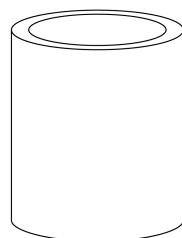

Abbildung 4: Qualcrimp Crimp-Zubehör
- **Qualcrimp Crimp-Zubehör (Abbildung 4)**